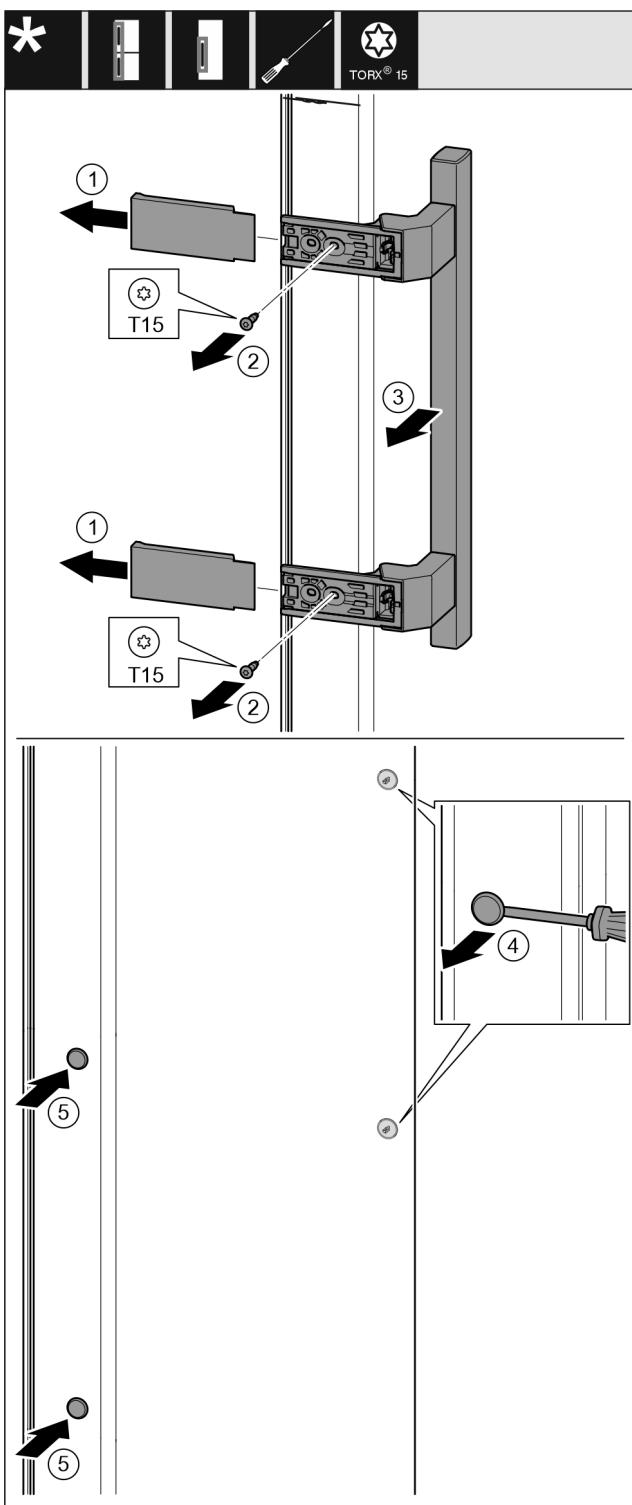

Fig. 14
- Snemite pokrov. Fig. 14 (1)
- Vijake odvijte z izvijačem Torx 15. Fig. 14 (2)
- Snemite ročaj. Fig. 14 (3)
- S ploščatim izvijačem previdno dvignite stranski čep in ga izvlecite. Fig. 14 (4)
- Čep ponovno vstavite na drugi strani. Fig. 14 (5)